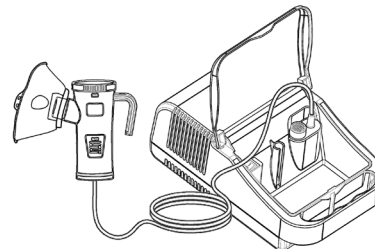

Рисунок 10.
- Присоедините мундштук или маску к патрубку чашки ингалятора (Рисунок 10).